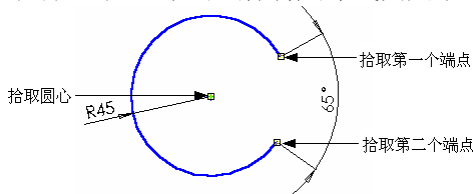

图 2-37 标注圆弧的圆心角
- (3) 用鼠标左键拾取圆弧的另一个端点, 此时标注尺寸线显示这两个端点间的距离。
- (4) 用鼠标左键继续拾取圆心点, 此时标注尺寸线显示圆弧两个端点间的圆心角。
- (5) 将尺寸线移到适当的位置后, 单击鼠标将尺寸线固定下来, 如图 2-37 所示。